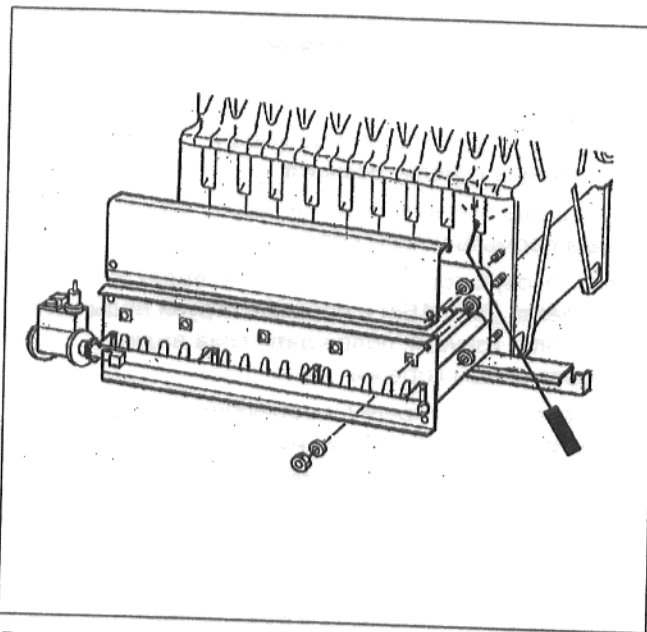

Рис. 15
- Впрыснуть распылительное средство равномерно в газоходы дымового газа сверху и сбоку (рис. 15/16).